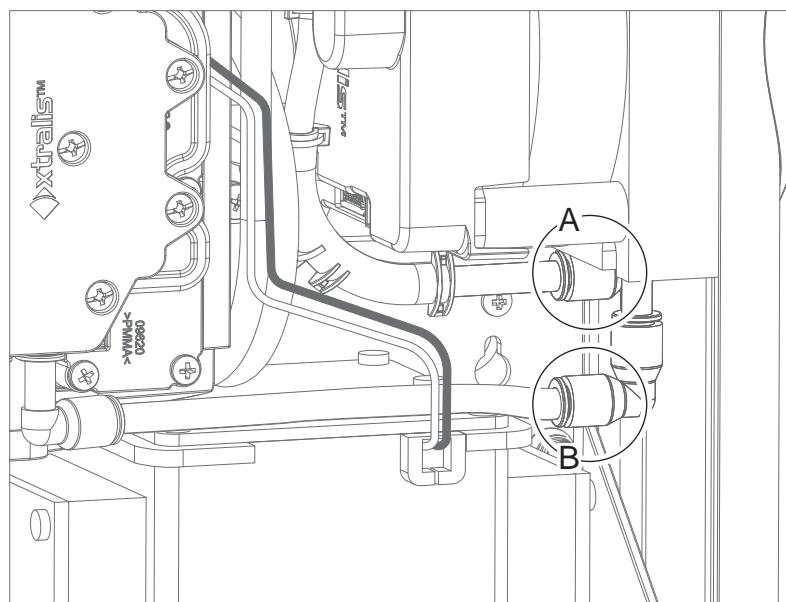
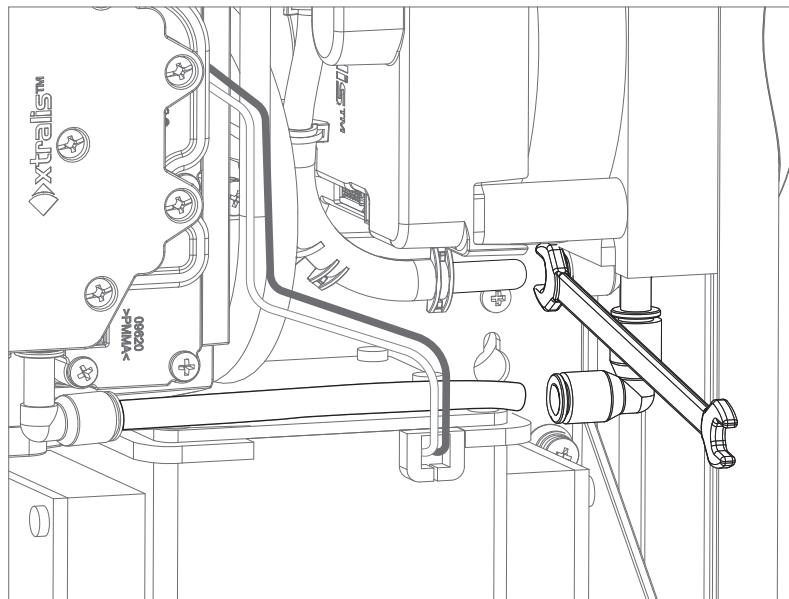

Рис. 7-17: Отсоединение трубок
Рис. 7-18: Отсоединение трубы
4. Отсоедините две трубы (A и B) (Рис. 7-17). С помощью гаечного ключа нажмите черную кнопку разблокировки на разъеме трубы, как показано на рисунке, одновременно потянув трубку (Рис. 7-18).